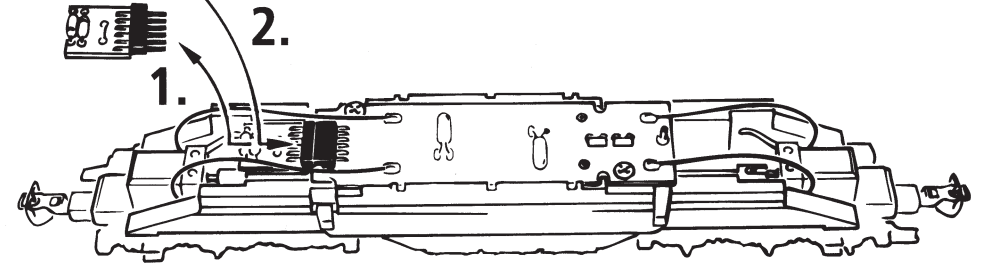

Fig. 4
**4. Haftreifenwechsel:** Zuerst den Getriebedeckel abnehmen (Fig. 4). Danach den **Radsatz** herausnehmen und den **Haftreifen** mit einer Nadel oder mit einem feinen Schraubendreher abziehen (Fig. 7). Beim Aufziehen des neuen Haftreifens bitte darauf achten, dass dieser sich **nicht verdreht**.
**4. Échange des bandages d'adhérence:** Démontez d'abord le **couvercle du carter** des engrenages (fig. 4). Délogez ensuite les essieux bandagés et enlevez, à l'aide d'une aiguille ou d'un tourne-vis fin, les bandages d'adhérence (fig. 7). Lors du montage des nouveaux bandages veuillez veiller à ce que les bandages **ne soient pas tordus**.
**4. Vervangen van Antislip-bandjes:** Verwijder de deksel (Fig. 4). Til de wielstellen ar mit en met een splad maakt u het bandje los. Nieuwe bandjes niet verdraaien.